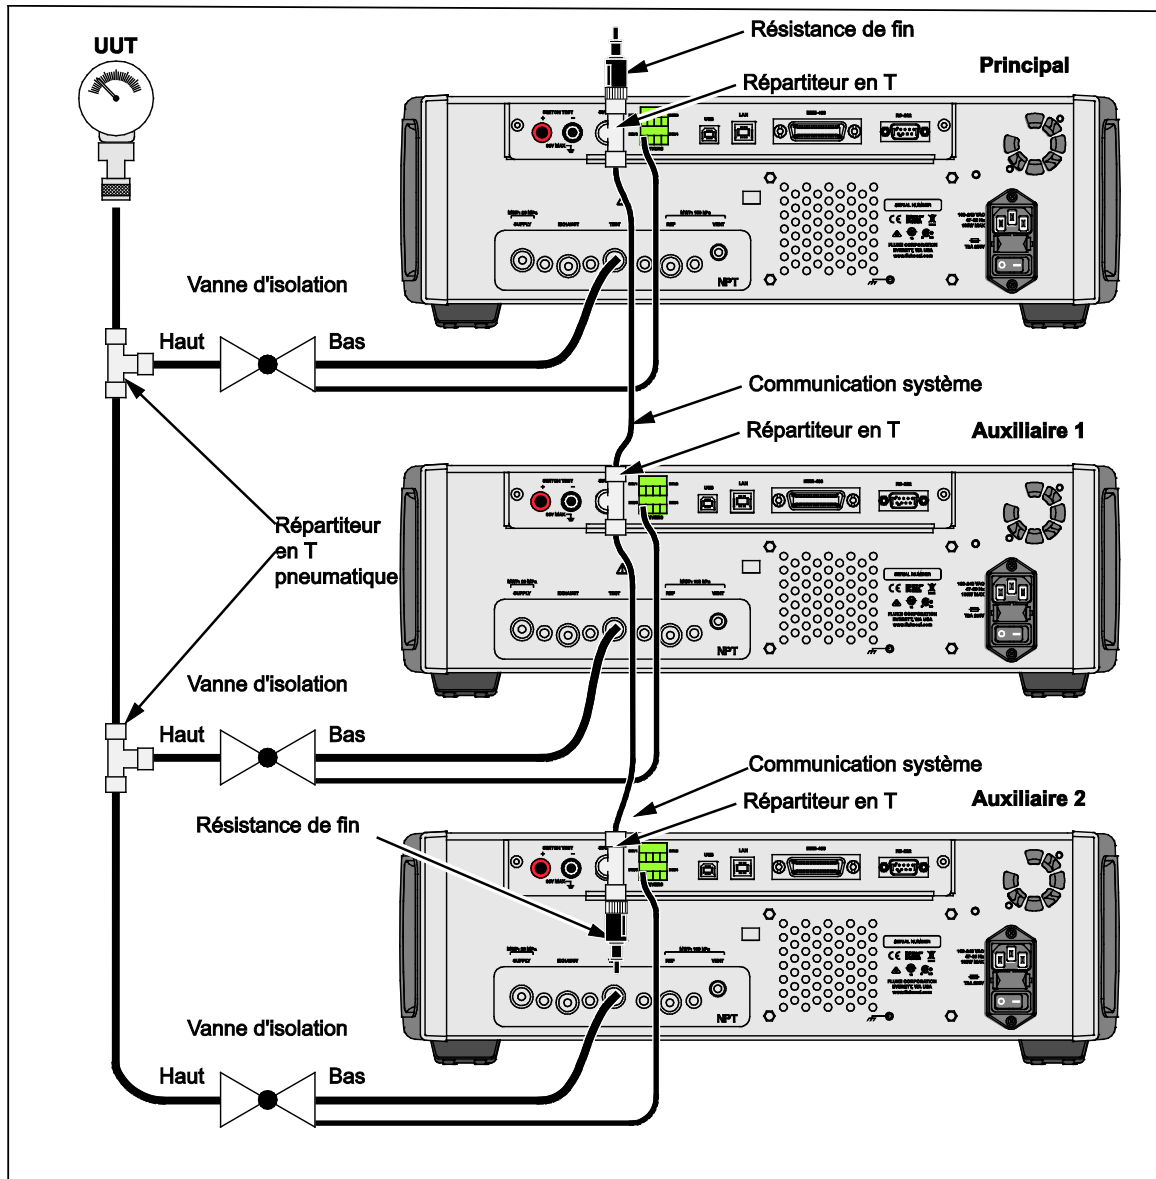

Figure 19. Connexions de l'empilement des systèmes
- b. Connectez la conduite de pression à l'entrée étiquetée HIGH à l'appareil en cours de test. Utilisez des séparateurs si besoin pour la connexion à l'appareil en cours de test. Voir la figure 19.